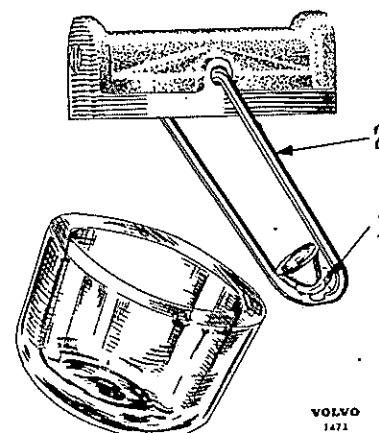

Fig. 27. Filtre à carburant.
Le filtre doit être démonté et nettoyé chaque 50 heures. Fermer le robinet d'alimentation avant le démontage du filtre. Desserrer l'écrou (1) et déplacer l'étrier (2). Voir fig. 27.